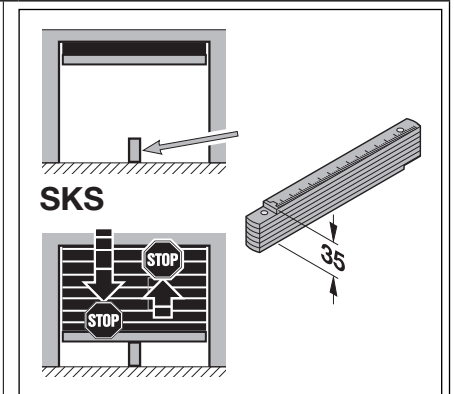

Abb. 6-13: Automatisches Einstellen der Position SKS-Stopp
- In der Tormitte den Prüfkörper (Zollstock 35 mm hochkant) platzieren (siehe Abb. 6-13).